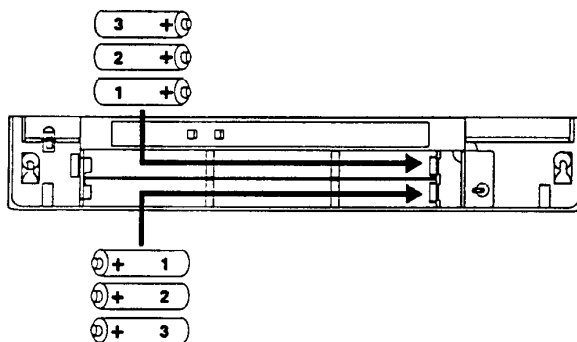

Figura 6. Polarità delle batterie e ordine di installazione
4. Inserire le nuove batterie nell'ordine e nel senso indicati in Figura 6.